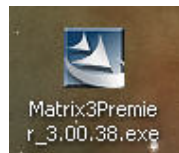

图 12
3. 双击 Matrix3Premier.exe 图标 (图 12)。